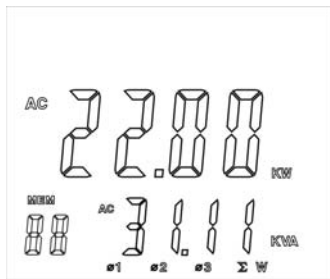

Figura 13
- Después de grabar la medición de potencia de la corriente de la tercera fase, finalmente pulse Σ y espere un segundo para que se muestre la suma de los valores de la potencia activa trifásica y los valores de potencia aparente, como en la figura 13.